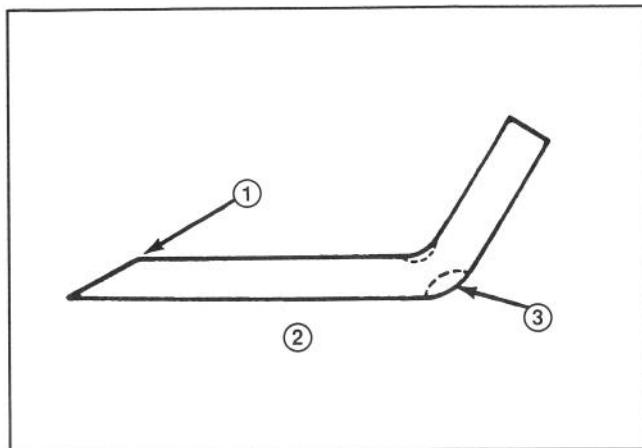

Fig. 13
Controllate la lama ogni volta che rovesciate il trattore poggiandolo sulla parte posteriore. Se il bullone che fissa la lama è allentato, avvitatelo a 61–81 Nm. Se la lama, o la pala (Fig. 13) in cima alla lama sono usurate, corrose o incrinate, sostituite la lama. Sostituite la lama se è piegata o se è sbilanciata. Usate sempre lame di ricambio originali TORO per garantire sicurezza e prestazioni ottimali. **NON UTILIZZATE MAI ALTRE LAME NEPPURE SE SEMBRANO ADATTE.**
7. Usando una lima, affilate il tagliente da ambo i lati della lama (Fig. 13).